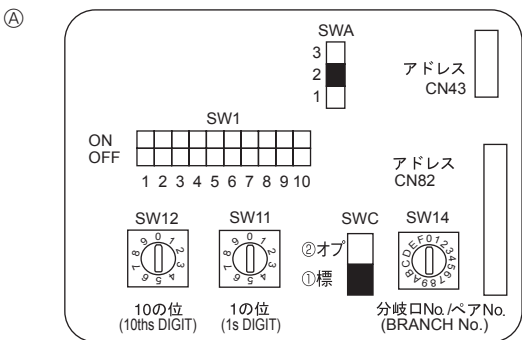

Fig. 6-4
6.5. De aansluitadressen instellen (Fig. 6-4)
- ① Hoe u de aansluitadressen instelt
6.6. Schakelaar voor verschillende plafondhoogten (Fig.6-4)
6.7. De kamertemperatuur oppikken met de ingebouwde sensor in een afstandsbediening (Fig.6-4)